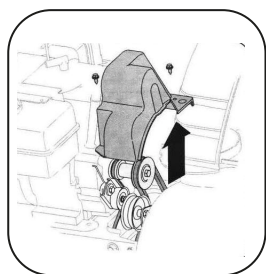

Рис.1
1. Снимите крышку ремня в передней части двигателя, открутив два самореза (Рис.1).
1. Снимите крышку ремня на передней части двигателя, открутив два самореза (Рис.1).